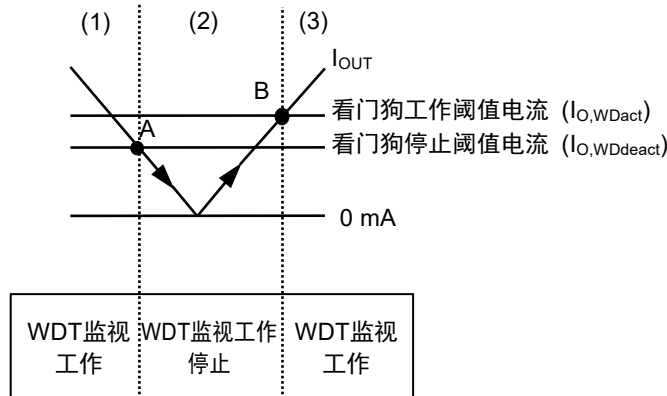

图28 自律看门狗工作功能
- (1) 稳压器的 I_{OUT} 大于或等于看门狗工作阈值电流 ($I_{O,WDact}$)，并且比较器 (C1) 的输入电压 (V_{WDact}) 高于基准电压 (V_{ref}) 时，C1的输出变为 "H"。此时，看门狗定时器开始进行工作。
- (2) 当 I_{OUT} 降低到小于或等于看门狗停止阈值电流 ($I_{O,WDdeact}$) (图28的A点) 时， V_{WDact} 也降低到小于或等于 V_{ref} ，C1的输出变为 "L"。此时，看门狗定时器停止监视工作。即使 I_{OUT} 上升，在未达到 $I_{O,WDact}$ 时，看门狗定时器保持停止监视工作的状态。
- (3) I_{OUT} 再继续上升，达到大于或等于 $I_{O,WDact}$ (图28的B点) 时， V_{WDact} 也上升到大于或等于 V_{ref} ，C1的输出变为 "H"，看门狗定时器开始监视工作。